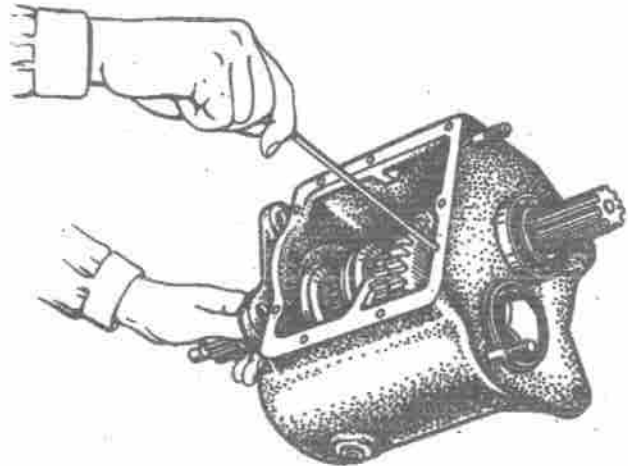

Bild 108. Sichern der Achse für den Räderblock des Rückwärtsganges
17. Sicherungsschraube einschrauben, bis sie bündig zur Stoßfuge des Gehäuses liegt (Bild 108).